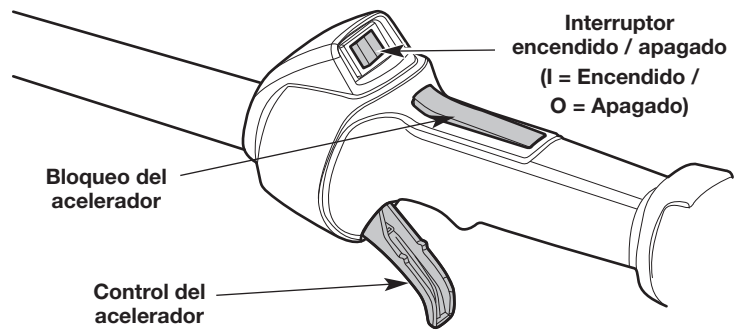

Fig. 19
NOTA: No es necesario encender la unidad. El interruptor de encendido/apagado está en la posición **Encendido (I)** en todo momento (Fig. 19).
4. Oprima y mantenga el bloqueo de acelerador (Fig. 19). Apriete y mantenga oprimido el control del acelerador (Fig. 19).
2. Oprima y mantenga apretado el interruptor de encendido/apagado en la posición **Apagado (O)** hasta que el motor se pare por completo (Fig. 19).